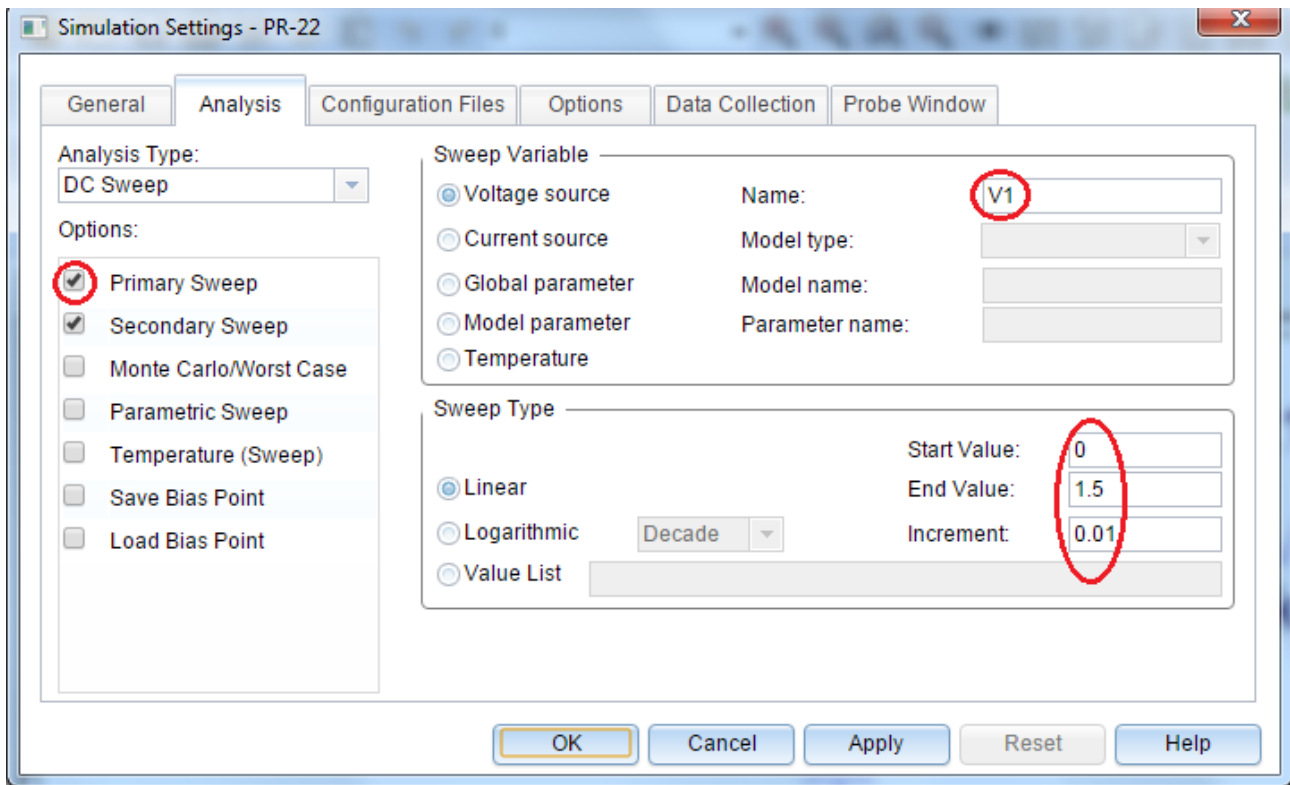

Рис. 14.2. Первичная развертка по напряжению
2. Установим профиль моделирования. В первичной развертке DC Sweep напряжение питания V1 меняется от 0 до 1,5В (рис. 14.2).